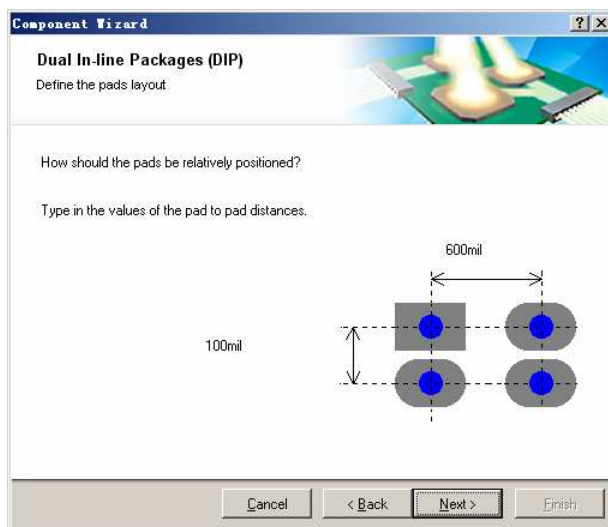

图 10.32 “Define the pads layout” 视图
(5) “Define the pads dimensions” 视图中的示意图左侧的焊盘尺寸编辑框中设置焊盘的纵向尺寸为“60mil”，设置焊盘中孔的直径为“25mil”，设置焊盘横向外径为“60mil”单击“Next”按钮，显示如图 10.32 所示的显示“Define the pads layout”视图。